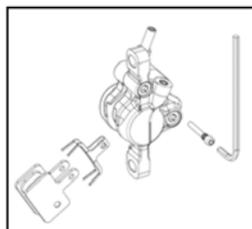

図 H-2 キャリパーアセンブリ
- ブレーキパッド保持ボルトからコッターピンを引き抜きます - ボルトを失くさないようにしてください (図 H-2)